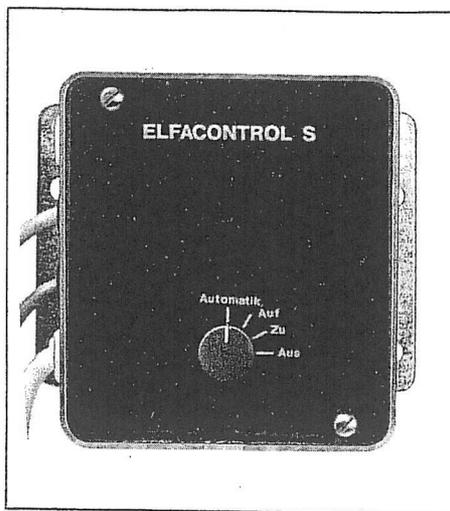

Bild 4
1.2 Stellantrieb ELFACONTROL S (Bild 4 und 5)